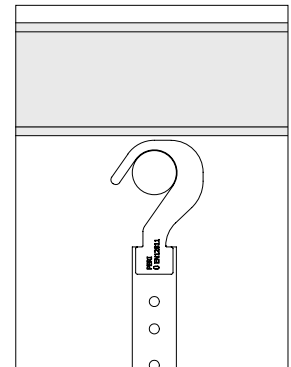

Abb. A11.01b
2. Adapter Hängegerüst senkrecht herunterschwenken. (Abb. A11.01b)